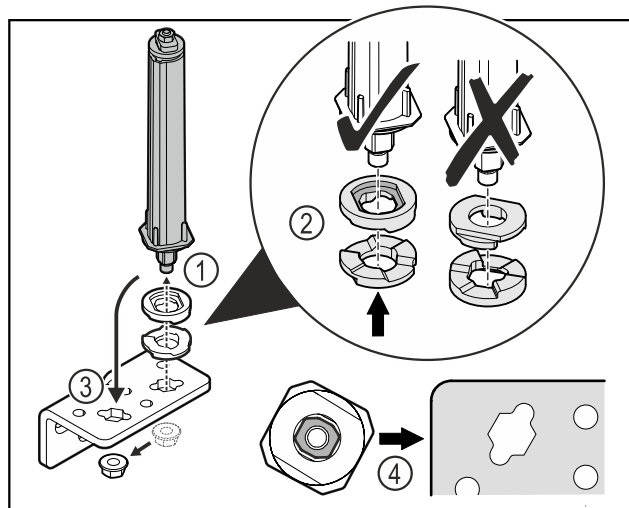

Fig. 39
- Λύστε το παξιμάδι και αφαιρέστε το σύστημα κλεισίματος πόρτας Fig. 39 (1).
- Βεβαιωθείτε για τη σωστή ευθυγράμμιση των ροδελών ρύθμισης ύψους Fig. 39 (2).
- Μεταφέρετε το σύστημα κλεισίματος πόρτας στη γωνία μεντεσέ και στερεώστε με το παξιμάδι Fig. 39 (3).
- Κατά την τοποθέτηση βεβαιωθείτε για τη σωστή ευθυγράμμιση του συστήματος κλεισίματος πόρτας Fig. 39 (4).